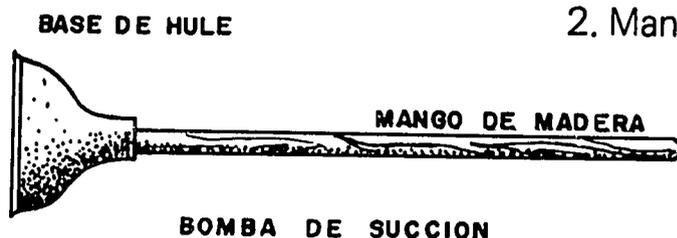

Fig. 1
- a. Con la ventosa (bomba de succión) (ver fig. 1) se presiona verticalmente, succionando el desagüe del lavamanos, hasta que el agua corra por el desagüe.